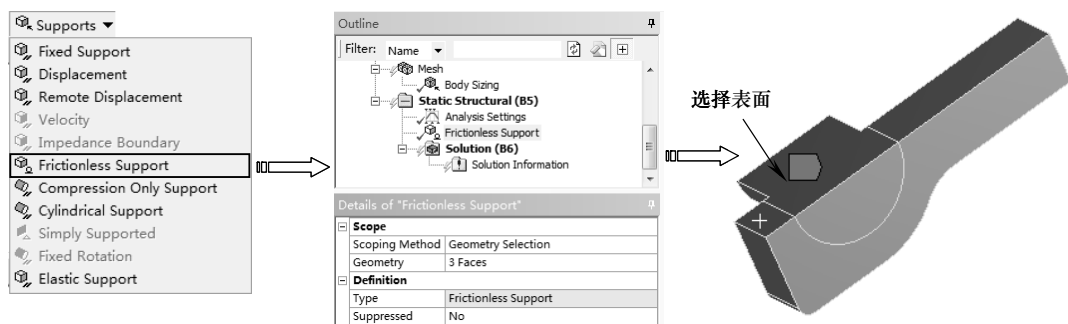

图 8-55 施加无摩擦约束
2) 在【Outline (分析树)】中选择【Static Structural (B5)】节点, 单击【Environment】工具栏上的【Supports】|【Frictionless Support】命令。单击【图形】工具栏上的选择模式下的【Single Select (单选)】按钮 , 然后再单击【Face (选择面)】按钮 , 在详细设置窗口中单击【Scope】选项下的【Scoping Method】项, 选择如图 8-55 所示 3 个面。最后, 单击【Geometry】项中的【Apply】按钮完成, 如图 8-55 所示。